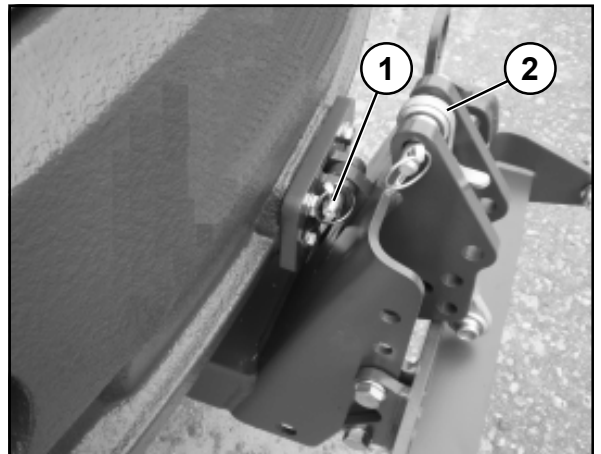

Bild 6-15
(3) Heckanbauplatte so auf den Staplervorsatz ablegen und von hinten unter das Fahrwerk verfahren, dass die Heckanbauplatte mit der Aufnahme am Fahrwerk durch Einschieben des Bolzens (6-14/Pfeil) verbunden werden kann. Bolzen mit Klappsplint sichern.
(4) Querlenker (6-15/2), wie in Bild 6-15 zu sehen, nach hinten umlegen.
(5) Heckanbauplatte durch An-/Abkipp- und Hubbewegungen des Staplervorsatzes so positionieren, dass der Bolzen in die Aufnahmebohrung der Anbauplatte der Rangier- und Abschleppkupplung gesteckt werden kann (6-15/1). Bolzen mit Klappsplint sichern.